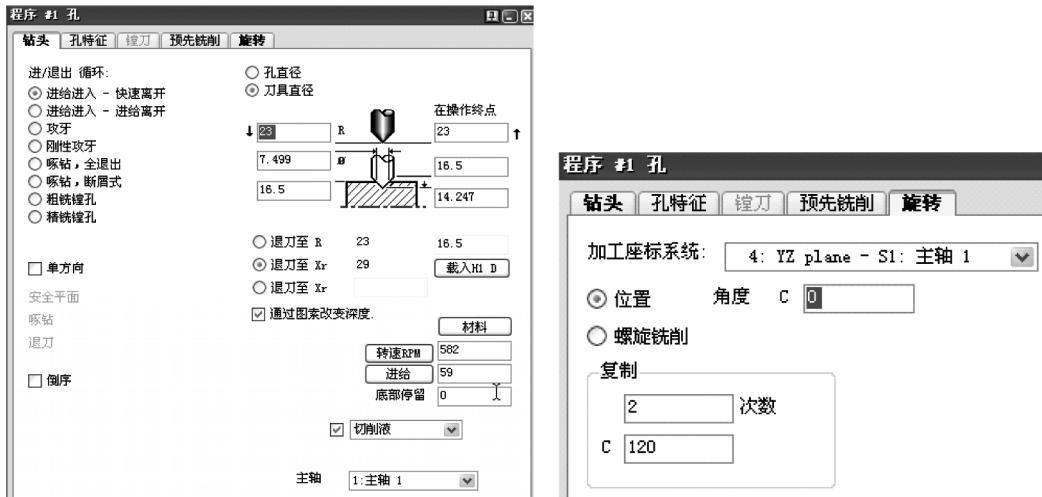

图 6-35 第一个铣削钻孔程序
- 6) 应用#9 刀具创建第一个铣削钻孔程序，如图 6-35 所示。